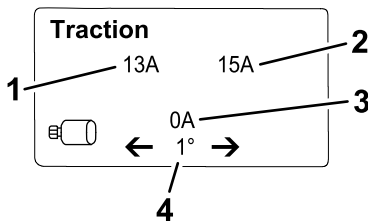

Figura 21
- **Pantalla de información de tracción** (Figura 21): muestra el ángulo de dirección actual y el amperaje asignado a cada motor de tracción.